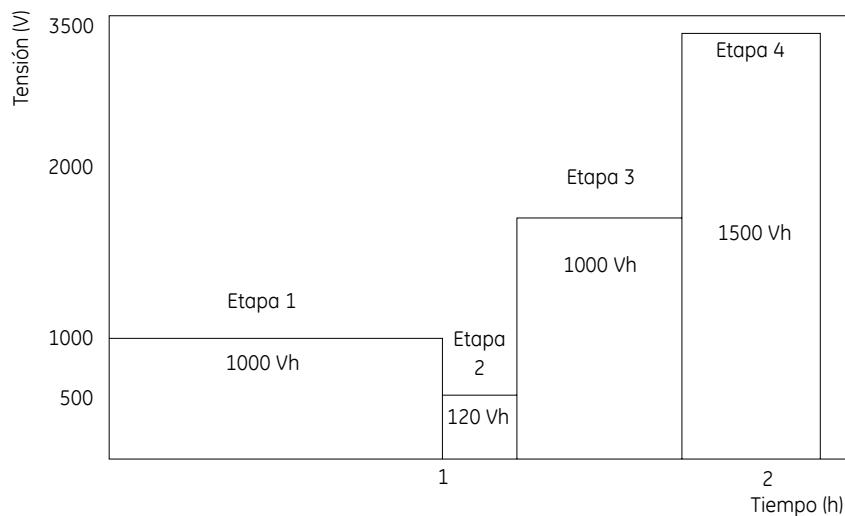

Fig 3. Programación del perfil limitador de tensión en modalidad STEP (paso). Los parámetros son los mismos que en la tabla 1.
1. Programación de un método. Ver las Fig 3, 4 y 5.
La tabla 1 y la Fig 4 ilustran un programa por pasos. La programación y ejecución de esta aplicación se ilustran en las Fig 3 y 7.